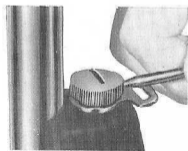

Fig. 5
- Allentare la vite di fissaggio dell'asta con una moneta nello spacco od un chiodo lungo nel foro (fig. 5)